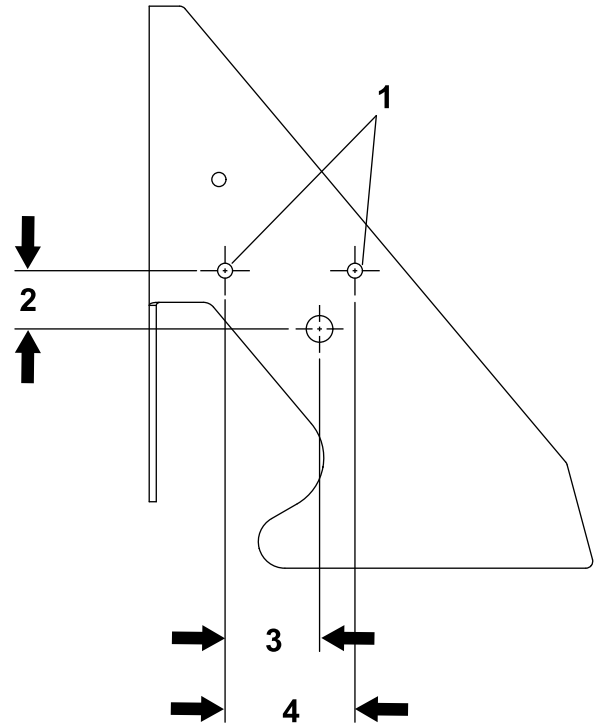
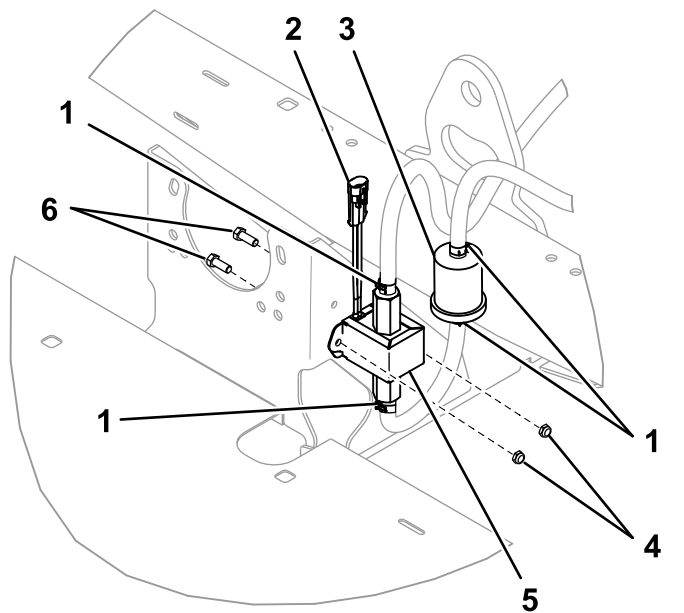

Bild 11
Bild 12
Verwenden Sie Bild 1, Bild 11 und Bild 12 für dieses Verfahren.
5. Suchen, markieren und bohren Sie zwei Löcher (7 mm) in die hinteren Platten des Rahmens, wie in Bild 11 dargestellt.